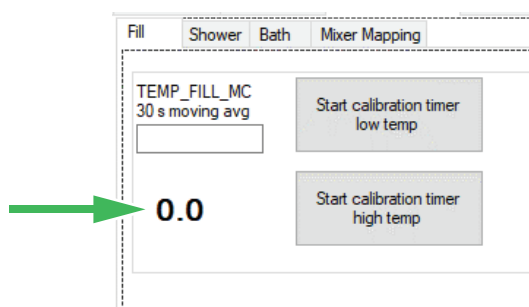

Figure 129
11. Tournez lentement la molette jusqu'à ce que la température affiche $45\text{ °C} +0 -0,5$ (113 °F), relevez la température dans l'outil de maintenance. Voir Figure 129. Visez $44,5\text{ °C} +0,5$ ($112\text{ °F} +0,9$). La température doit rester stable pendant 30 secondes.
12. Appuyez sur le bouton de la douche et choisissez un débit élevé. Ne modifiez pas la grande molette. La température de la douche doit être égale ou supérieure à 42 °C ($107,6\text{ °F}$), la température réelle affichée dans l'outil de maintenance, voir Figure 129. Si la température est inférieure, ajustez la grande molette jusqu'à ce que la température soit de $42,0\text{ °C} +0,5-0$ ($107,5\text{ °F} +0,9-0$) et soit stable pendant 30 secondes.